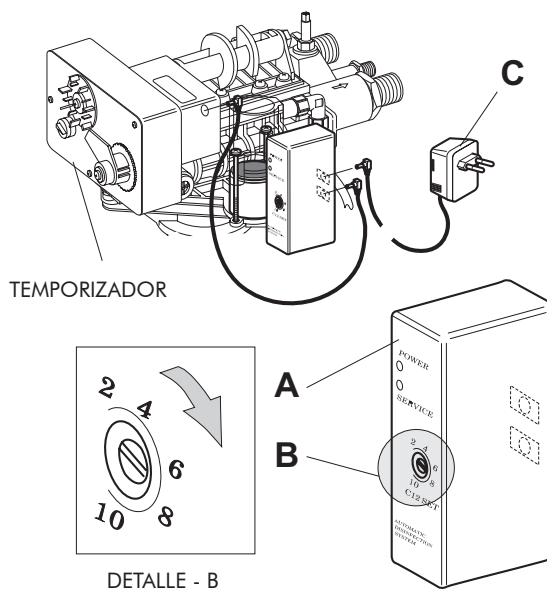

Fig. 6
- Introducir el conector del alimentador en la centralita, y conectar el alimentador a la toma de corriente (véase la fig. 6 pos. C pág. 69). El led verde de la centralita indica que el aparato está bajo tensión. El led rojo indica la posición de "producción de cloro" y se enciende sólo mientras está pasando la salmuera (véase la fig. 6 pág. 69).